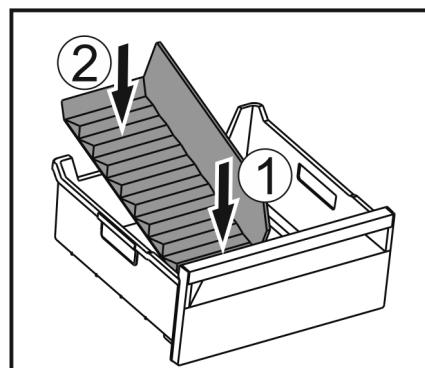

Fig. 185
- Vorderen Teil des Eisfach-Trenners einsetzen. Fig. 185 (1)
- Hinteren Teil des Eisfach-Trenners bis zum Schubfachboden absenken. Fig. 185 (2)